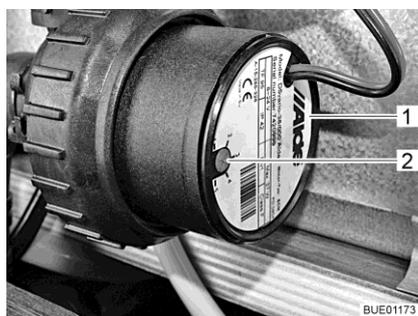

Fig. 125 Réduction de la vitesse de rotation
Le bouton tournant (Fig. 125,2) permet de régler la vitesse de rotation du circulateur. Une faible vitesse de rotation réduit les bruits de fonctionnement de la pompe.
Le bouton tournant se trouve sur le circulateur (Fig. 125,1).
- Tourner le bouton tournant (Fig. 125,2) dans le sens inverse des aiguilles d'une montre. La puissance est réduite.